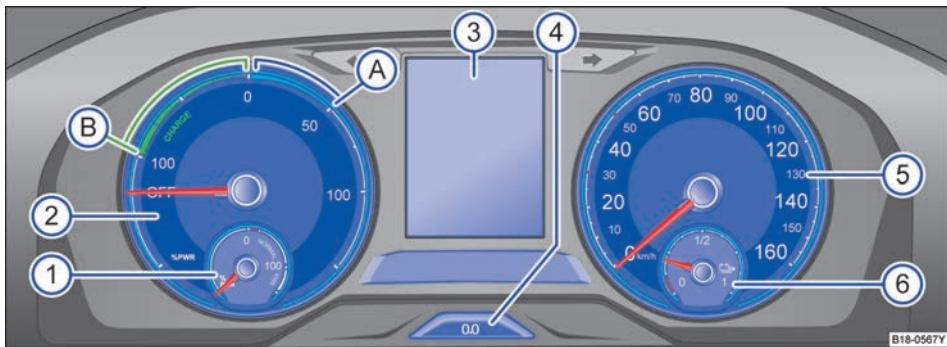

图 10 仪表概览
关于仪表的解释 ⇒ 图 10:
⇒ 图 10。
视汽车装备而定, 在显示屏⇒图 10 ③中可以显示不同的信息:
- 按压按钮⇒图 10 ④ 可将短距离行驶里程表清零。